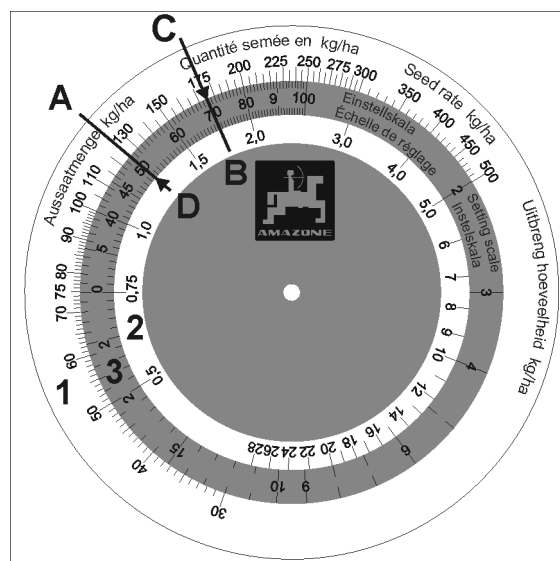

Fig. 40
Räkneskivan består av tre skalor: en yttre vit skala (Fig. 40/1) för alla utsädesmängden över 30 kg/ha och en inre vit skala (Fig. 40/2) för alla utsädesmängder under 30 kg/ha. På den mittersta färglagda skalan (Fig. 40/3) finns angivna transmissionsinställningar från 1 till 100.
2. Ställ utsädesmängden 125 kg/ha (Fig. 40/A) och "Transmissionsinställning 50" (Fig. 40/B) på räkneskivan mitt för varandra.
3. Läs nu på räkneskivan av transmissionsinställningen för den önskade utsädesmängden på 175 kg/ha (Fig. 40/C). I vårt exempel är detta "Transmissionsinställning 70" (Fig. 40/D).
1. Före tömning av utsädesbehållaren skall uppsamlingskärl ställas under öppningarna för tömningsrören (Fig. 40/1).